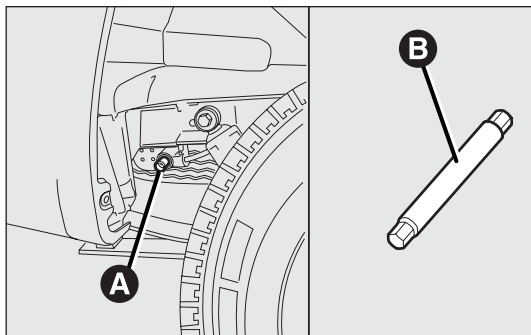
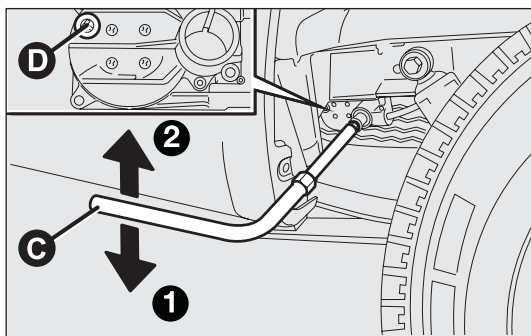

fig. 167
fig. 168
- pour toutes les versions : accéder par le passage de roue ARD du véhicule à la vis de réglage A-fig. 167 du dispositif de retenue de la roue de secours, et l'actionner à l'aide de la clé fournie, qui est munie d'une rallonge B, prévue à cet effet;
- tourner la clé C-fig. 168 dans le sens inverse des aiguilles d'une montre pour faire descendre la roue de secours ;
- insérer la clé fournie C-fig. 168, munie de la rallonge B-fig. 167 prévue à cet effet, sur le vis A-fig. 167 du dispositif de manœuvre du logement de la roue de secours et la tourner dans le sens des aiguilles d'une montre 2 pour faire remonter la roue de secours jusqu'à ce qu'elle se plaque contre son logement sous le plancher, tout en vérifiant l'affichage de l'encoche d'accrochage effectué D-fig. 168 dans la fenêtre figurant sur le dispositif.
- insérer la clé fournie C-fig. 168, munie de la rallonge B-fig. 167 prévue à cet effet, sur la vis A-fig. 167 du dispositif de manœuvre du logement de la roue de secours et la tourner dans le sens des aiguilles d'une montre 2 pour faire remonter la roue de secours jusqu'à ce qu'elle se plaque contre son logement sous le plancher, tout en vérifiant l'affichage de l'encoche d'accrochage effectué D-fig. 168 dans la fenêtre figurant sur le dispositif.